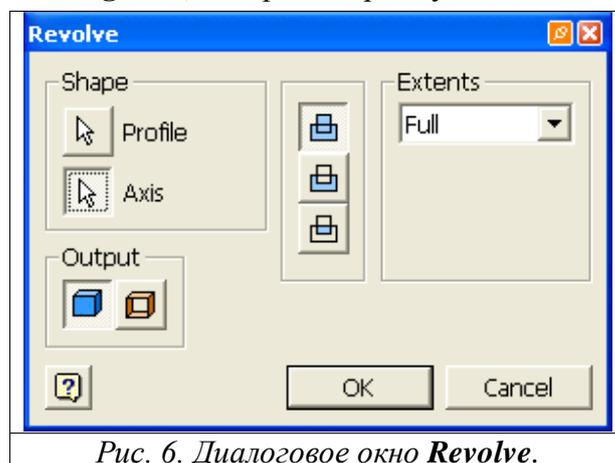

Рис. 6. Диалоговое окно *Revolve*.
5. Выберите команду **Revolve**  из палитры инструментов, затем выберите ранее созданный прямоугольник. В диалоговом окне **Revolve** (рис. 6) нажмите на кнопку **Axis**, а затем выберите длинную образующую прямоугольника, совпадающую с осью вращения спирали.